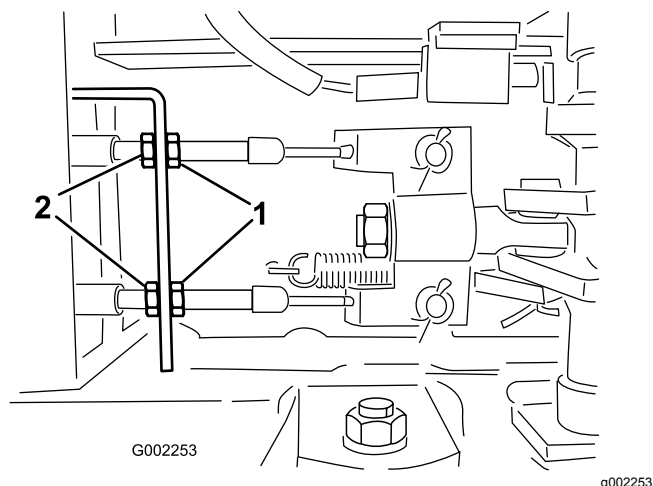

Figure 92
5. Desserrez les écrous de blocage avant sur les câbles de frein, sous l'extrémité avant du pulvérisateur (Figure 92).
6. Serrez les écrous de blocage arrière uniformément jusqu'à ce que la pédale s'enfonce de 1 à 2 cm avant que vous sentiez une résistance (Figure 92).